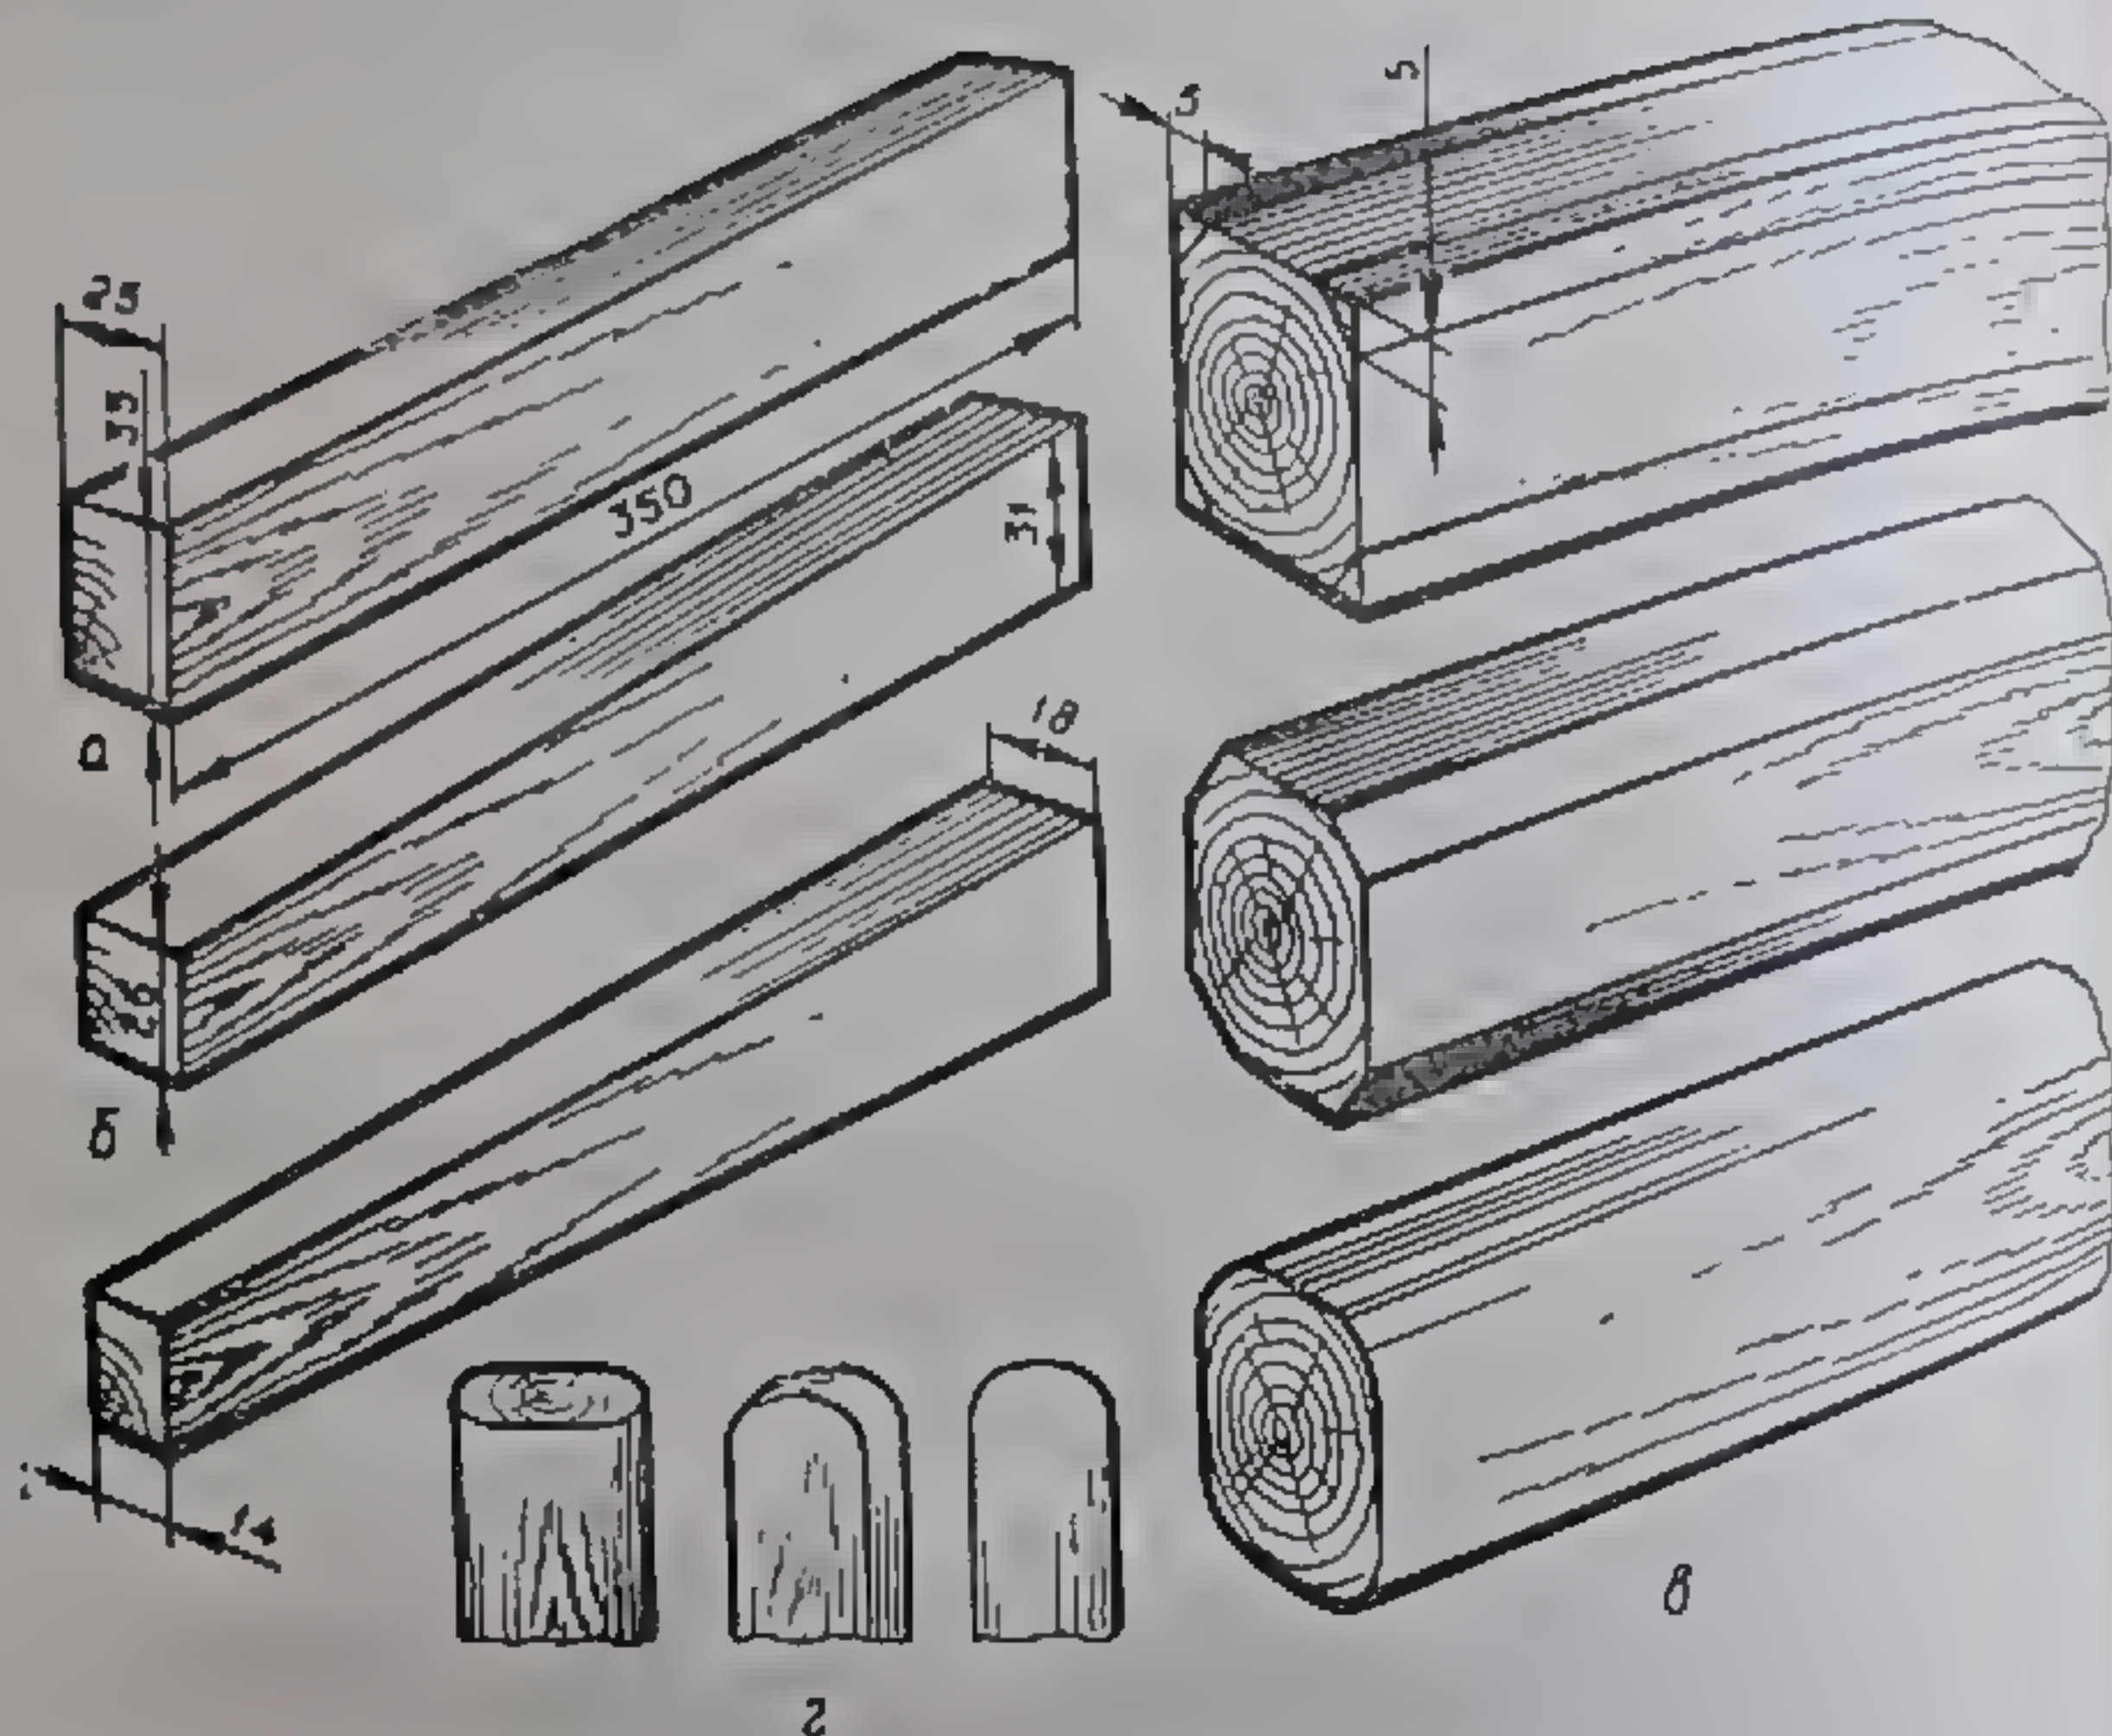

Рис. 51. Изготовление ручки для молотка:
3. Выпилить заготовку (рис. 51, а).
4. Выстрогать по размеру, указанному на чертеже. Сначала обработать широкую сторону, затем узкую и после разметки две оставшиеся стороны (рис. 51, б).
5. Придать заготовке овальное сечение, для чего после разметки выстрогать фаски и закруглить грани на глаз (рис. 51, в). Подогнать узкий конец ручки к отверстию молотка.
7. Обработать торец ручки. Сначала срезать углы стамеской, а затем скруглить их напильником (рис. 51, г).